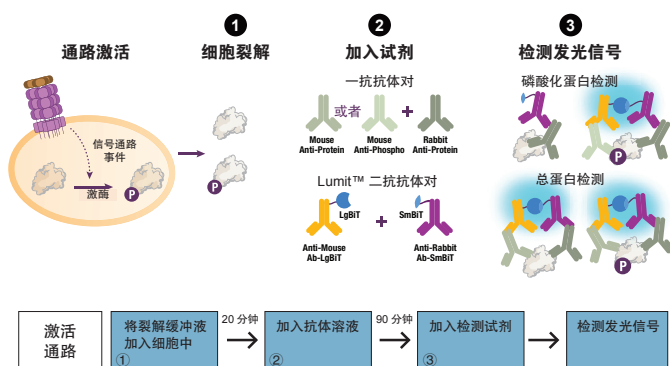

图 1. Lumit™ 细胞免疫检测图示。 当一抗抗体对含有磷酸化特异性抗体时，发光信号反映靶蛋白磷酸化水平 (上部图示)。检测总蛋白水平时，除两种一抗均识别靶蛋白上的非磷酸化表位外，其余则应用了相同原理 (下部图示)。产生的发光信号用发光检测仪测定。
Lumit™ 免疫检测细胞系统是一种均质的生物发光检测方法，可与适当的一抗抗体对配合用于测定细胞裂解物中靶蛋白的水平 (1)。该系统整合了免疫检测技术和 NanoBiT® 技术 (2)。在 Lumit™ 免疫检测细胞系统中，NanoBiT® 亚基 (SmBiT 和 LgBiT) 分别与一对针对不同种属 (抗兔、抗小鼠或抗山羊) 的二抗相偶联。使用与 Lumit™ 兼容的裂解液在多孔板中裂解接种的细胞，并通过加入含有两个抗靶蛋白的一抗以及 Lumit™ 二抗抗体的混合物，检测靶蛋白。一抗 / Lumit™ 二抗复合物与其对应表位的结合，使得 NanoBiT® 亚基相互靠近而形成可产生发光的有活性的 NanoLuc® 萤光素酶，测得的发光信号与靶蛋白量成正比 (图 1)。